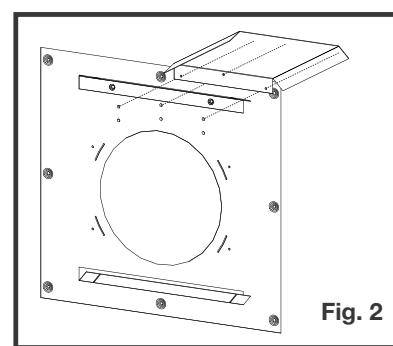

Fig. 2
2. Installez un écran protecteur sur le dessus d'une côté de l'espacement coupe-feu (Figure 2).